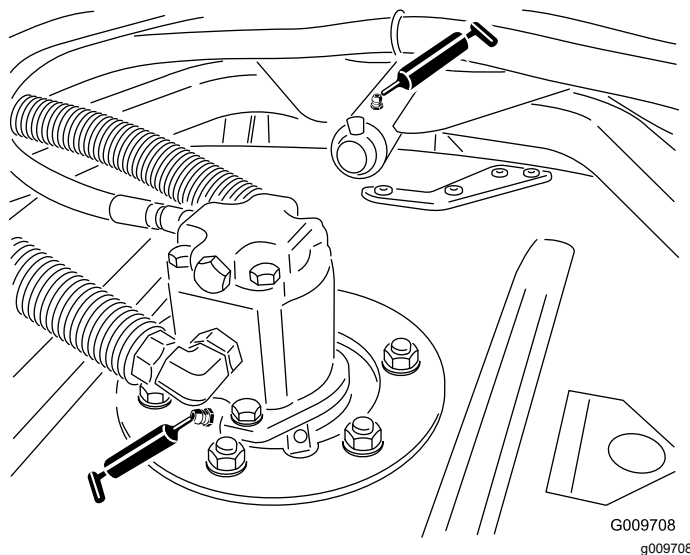

図 85
- 図 85に示す、スピンドルシャフトのベアリングカッティングユニット 1 台に 2 ヶ所
- 図 85に示す、刈り込みデッキのキャリアアームのブッシュカッティングユニット 1 台に 1 ヶ所